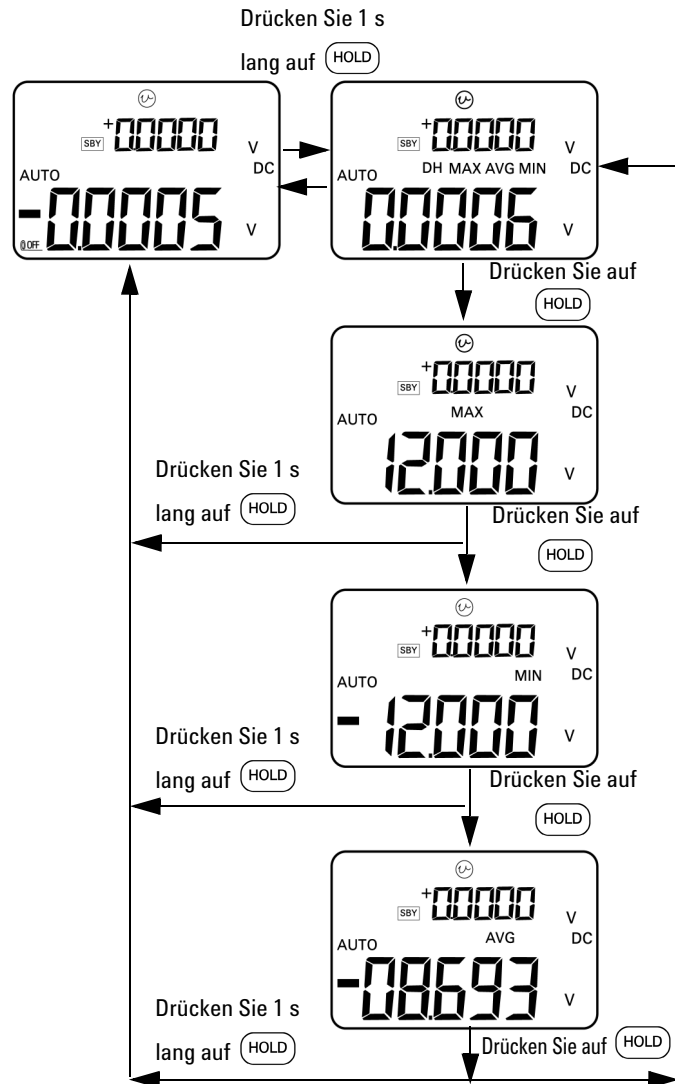

Abbildung 3-7 Dynamischer Aufzeichnungsmodus
- 2 Drücken Sie auf **MAX • MIN**, um zwischen den Messwerten Max, Min, Avg (Durchschnitt) und dem aktuellen Messwert zu wechseln. Die Funktionssymbole **MAX**, **MIN**, **AVG** oder **MAX AVG MIN** werden eingeblendet, um anzugeben, welcher Wert angezeigt wird. Siehe hierzu Abbildung 3-7 auf Seite 59.